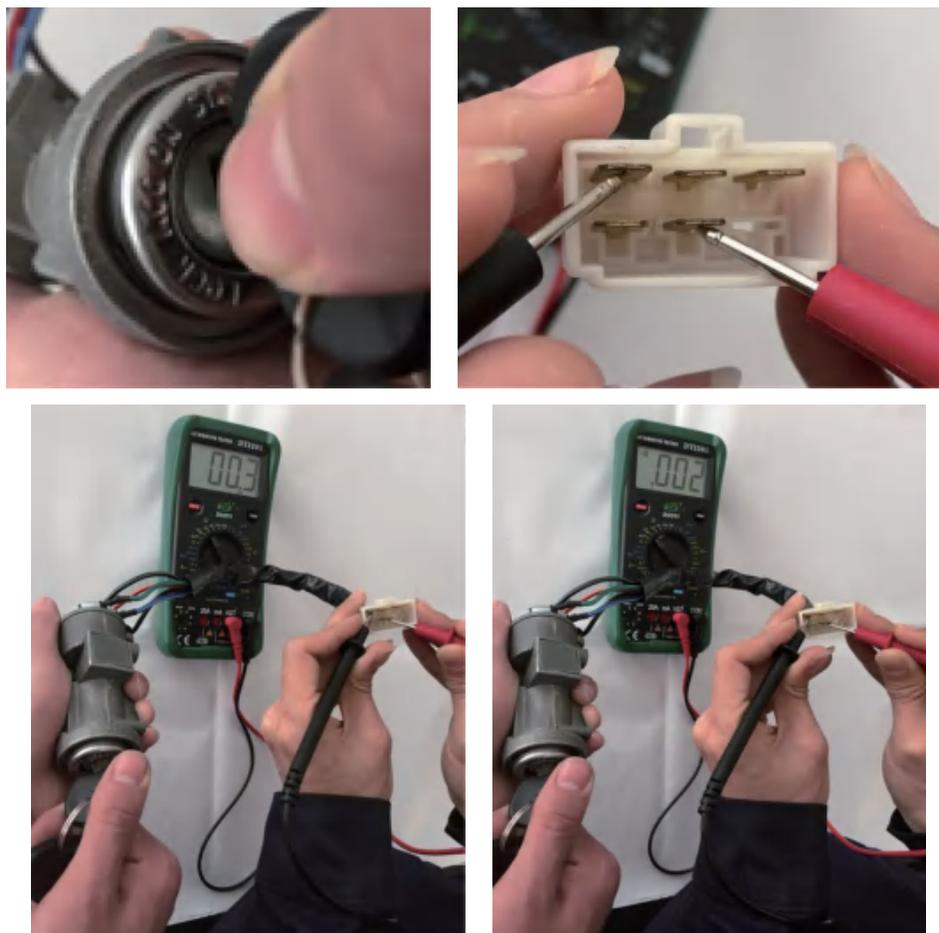

图 1.25 STA 档的检测
③点火开关 STA 档的检测如图 1.25 所示
据图 1.25 回答问题：测量点火开关 STA 档，AM 线与 ST 线是否相通？_____。